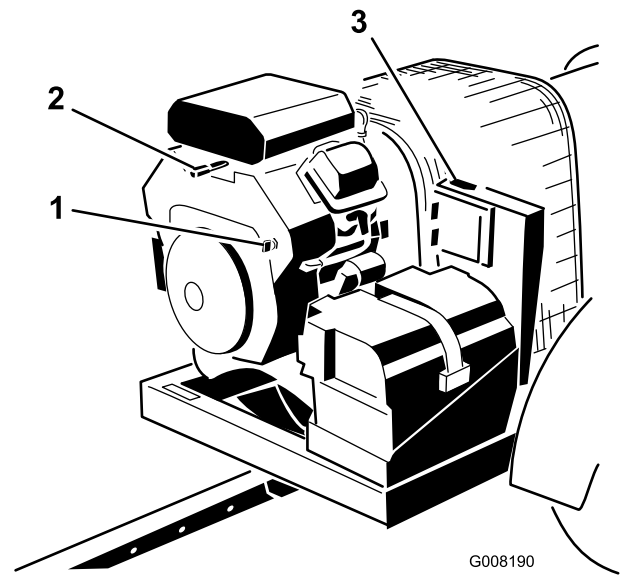

Figura 9
3. Gire la llave de contacto a la posición de Arranque y suéltela rápidamente a la posición de Conectado (Figura 9). Esto "despierta" el receptor.
- Si va a abandonar la máquina, gire la llave a la posición de Desconectado y retírela del motor (Figura 9).